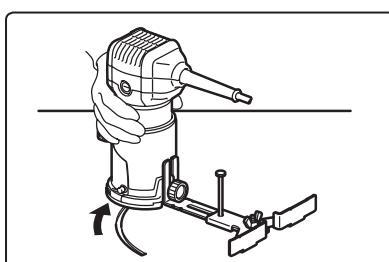
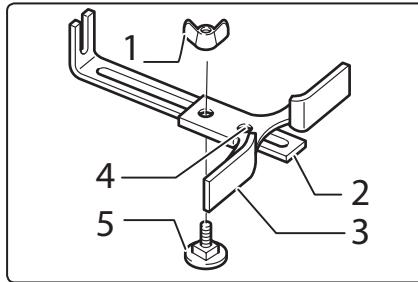
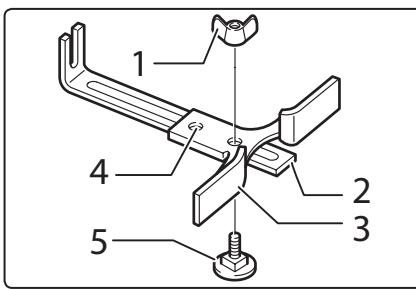

Abb. 10
Abb. 22
Abb. 21
• Zum Fräsen von Kreisnuten oder zum Kreisschneiden (Abb. 10) mit einem Radius von min. 70 mm und max. 221 mm kann eine Seitenführung in der in Abb. 21 oder Abb. 22 gezeigten Anordnung (je nach gewünschtem Radius) auf die Führungsgrundplatte montiert werden und ein Nagel in die mit (4) gekennzeichnete Position als Drehachse einschlagen werden (Abb. 10). Zum Kreisschneiden sind Schafftfräser zu verwenden.
- Zum Fräsen von kreisförmigen Nuten / Nuten unter Einsatz des Seitenanschlags gem. Abb. 10, der gemäß Abb. 21 und Abb. 22 modifiziert ist.